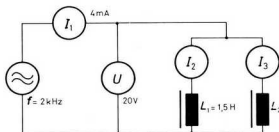

Bild 158
- Bestimmen Sie in der Schaltung nach Bild 158 die Ströme I_2 , I_3 sowie L_2 .